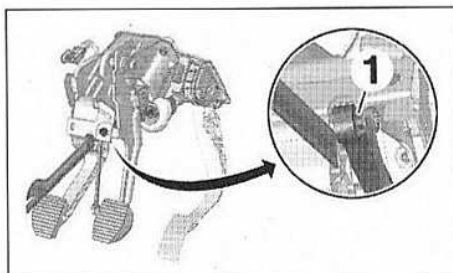

FIG.13
- Pincer les ergots de l'agrafe de verrouillage (1) à l'aide d'une clé à œil de 10 (Fig.13).